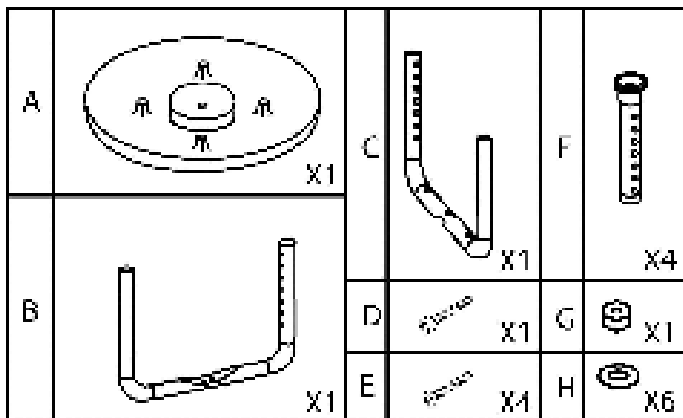

Fig 3.
1. Retirez toutes les pièces de l'emballage et procédez à une vérification avant l'assemblage (voir Fig.3).